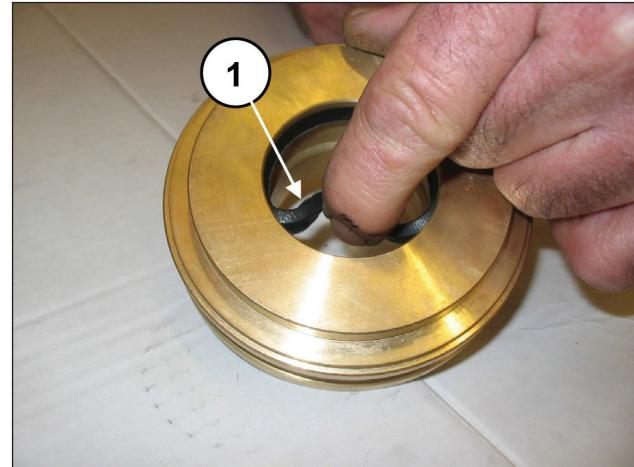

Рис. 134
Вставьте уплотнение низкого давления в опору уплотнения (поз. ①, Рис. 134) так, чтобы уплотнительная кромка была обращена вперед (к головке).